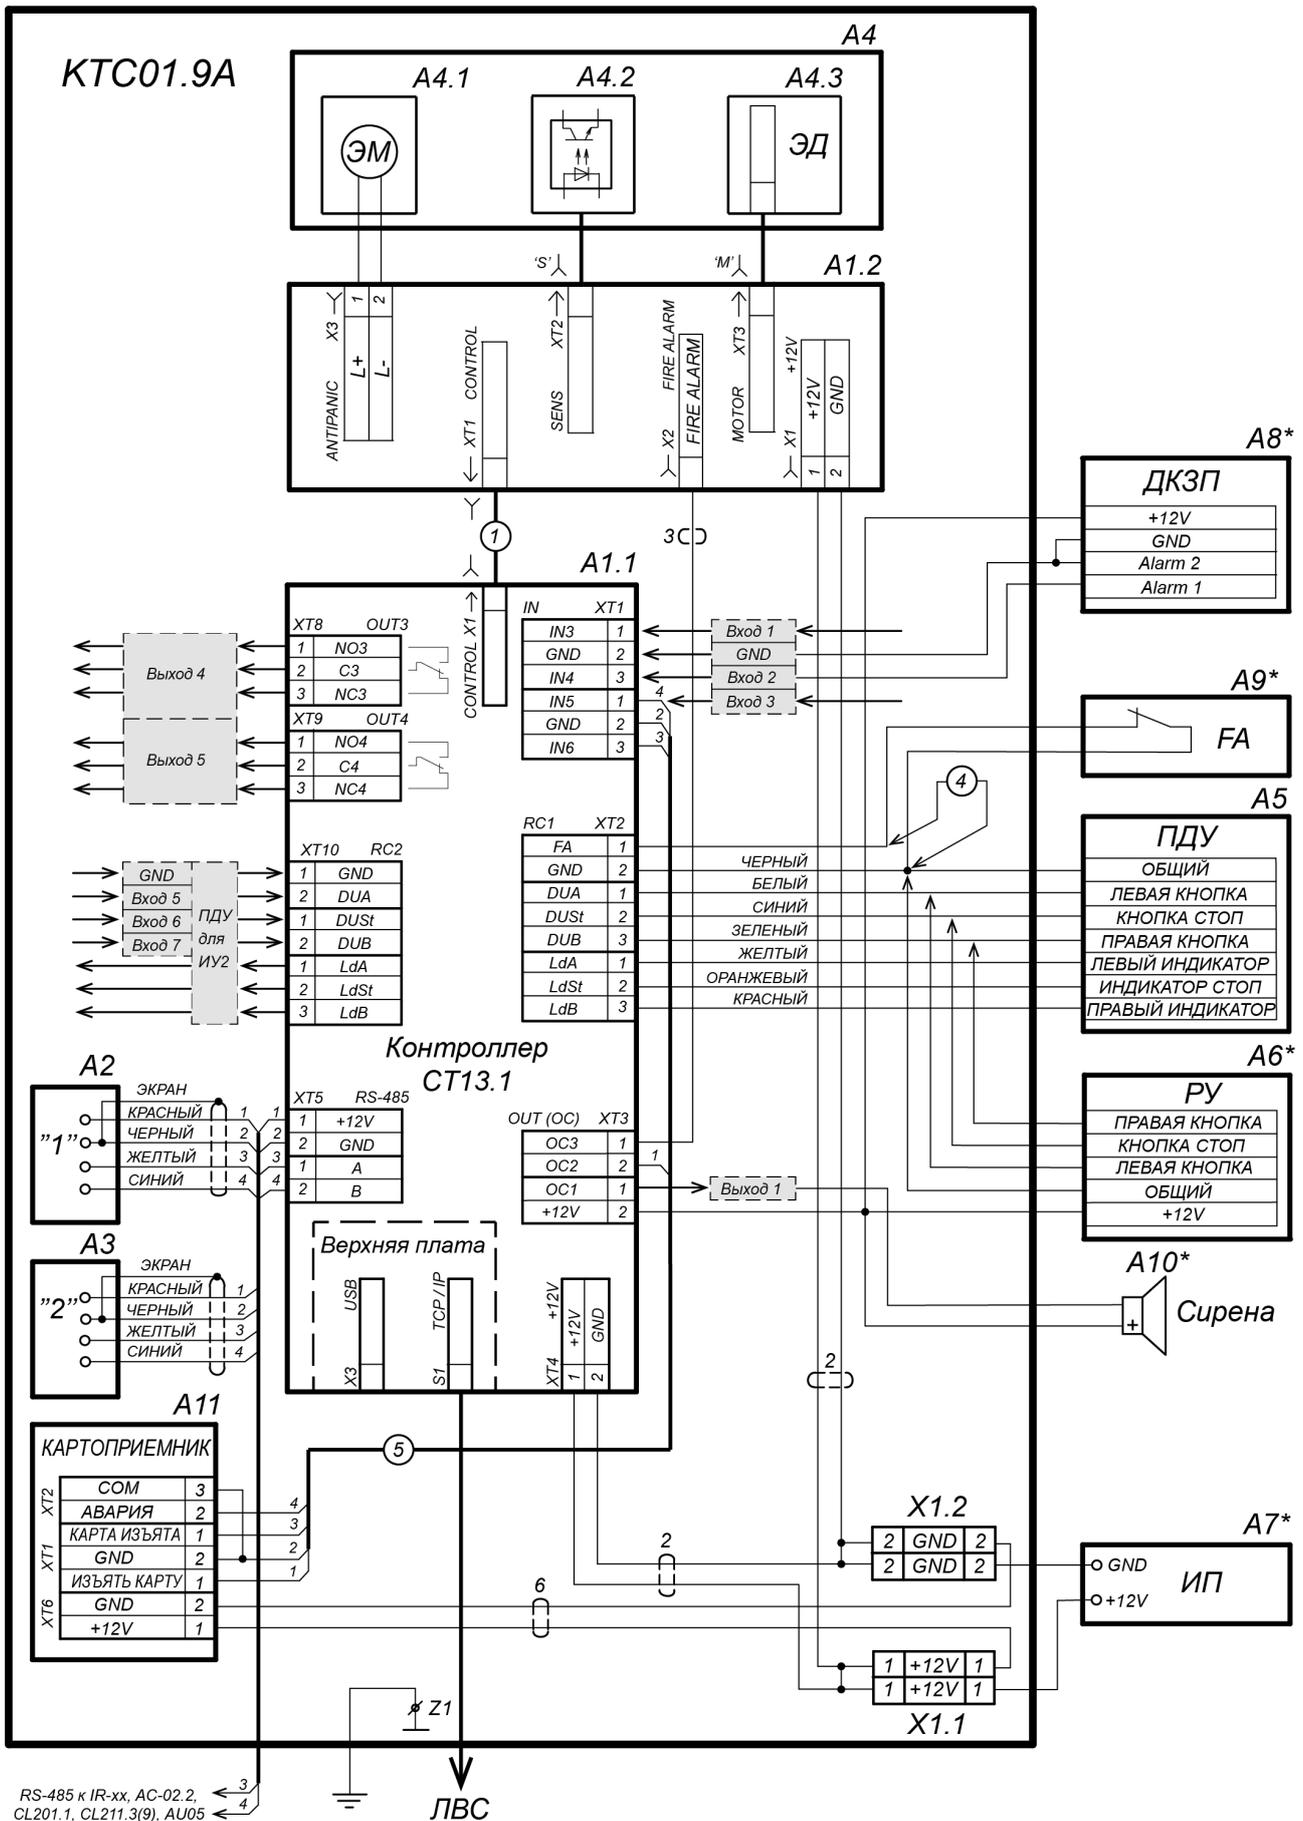

Рисунок 14. Схема подключения ЭП и дополнительного оборудования
Расположение клеммных колодок на нижней плате контроллера ЭП показано на рис. 6, назначение контактов клеммных колодок указано в табл. 1. Схема подключения приведена на рис. 14. Используемые при подключении типы кабелей указаны в табл. 4. При монтаже ЭП придерживайтесь следующей последовательности действий:
11. Подключите кабель питания (15) к выносной клеммной колодке **X1** на кронштейне платы контроллера ЭП согласно схеме, приведенной на рис. 14.
12. Подключите кабель (13) ПДУ (12) к клеммной колодке **XT2** на плате контроллера ЭП согласно схеме, приведенной на рис. 14.
13. Подключите при необходимости кабели от других устройств к соответствующим клеммным колодкам платы контроллера ЭП согласно схеме, приведенной на рис. 14.
позиционные обозначения A1-A3 и Z1 – указаны на рис. 14
10. Подсоедините кабель картоприемника к плате управления картоприемника согласно схеме на рис. 14 и рис. 7.
11. Установите и закрепите торцевые крышки (9) в порядке, обратном снятию.
12. Установите в рабочее положение контейнер картоприемника со стороны механизма картоприемника, а заглушку (10) – с противоположной стороны.
13. Установите крышку (3) в рабочее положение (см. разд. 6).